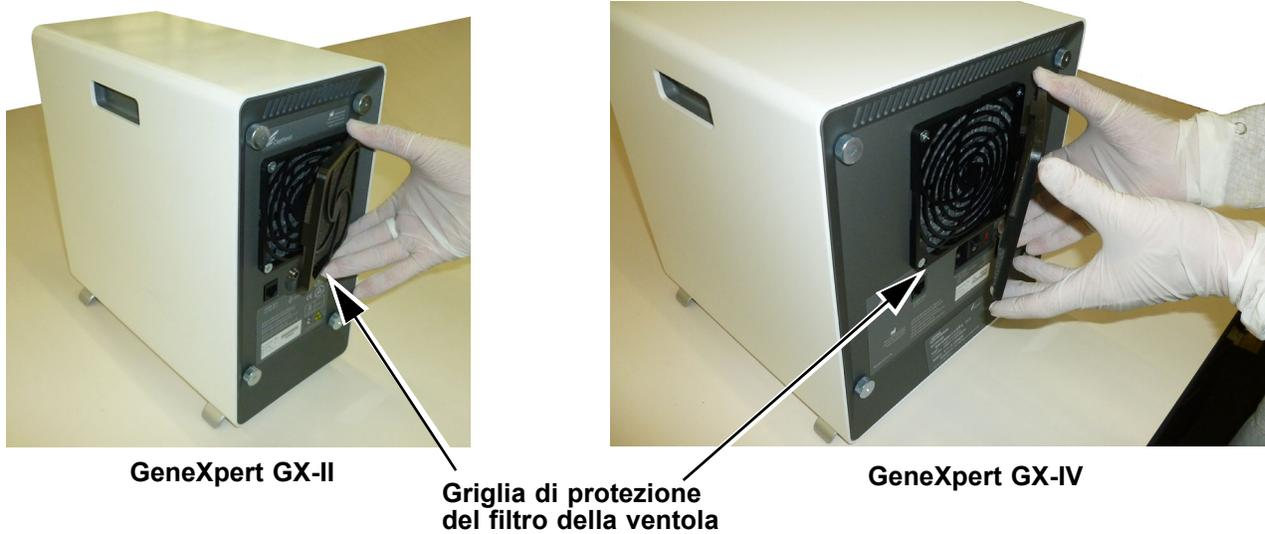

Figura 9-9. Rimozione della griglia di protezione del filtro della ventola
4. Estrarre con delicatezza il coperchio del filtro della ventola dall'alloggiamento con uno scatto (vedere la Figura 9-9) e metterlo da parte per il resto della procedura di rimozione e pulizia del filtro.